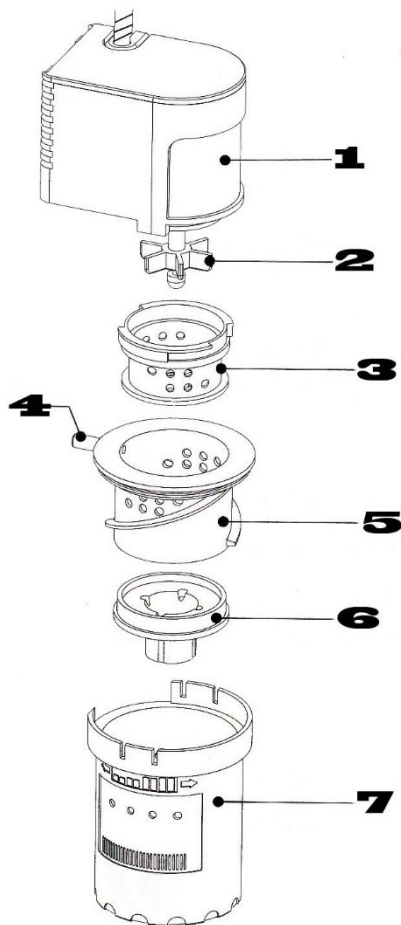

Рис. 1
3. Шланг для CO₂ подключается к месту подсоединения шланга (см. рис. 1, № 4).